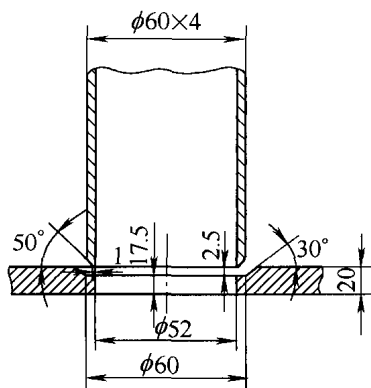

图 2
(1) 膜式壁管子与集箱焊接(材质均为20G),坡口形式(见图2)是管子开50°坡口,集箱上开一台阶孔,采用这种形式,方便了焊接时焊条的送入。采用焊条电弧焊焊接,但是要注意焊条规格的选用,打底用 $\phi 2.5\text{mm}$ 焊条,焊前定位焊3处,装配时,要求根部间隙满足图样的要求($b=2.5$)。焊接参数如表1所示。